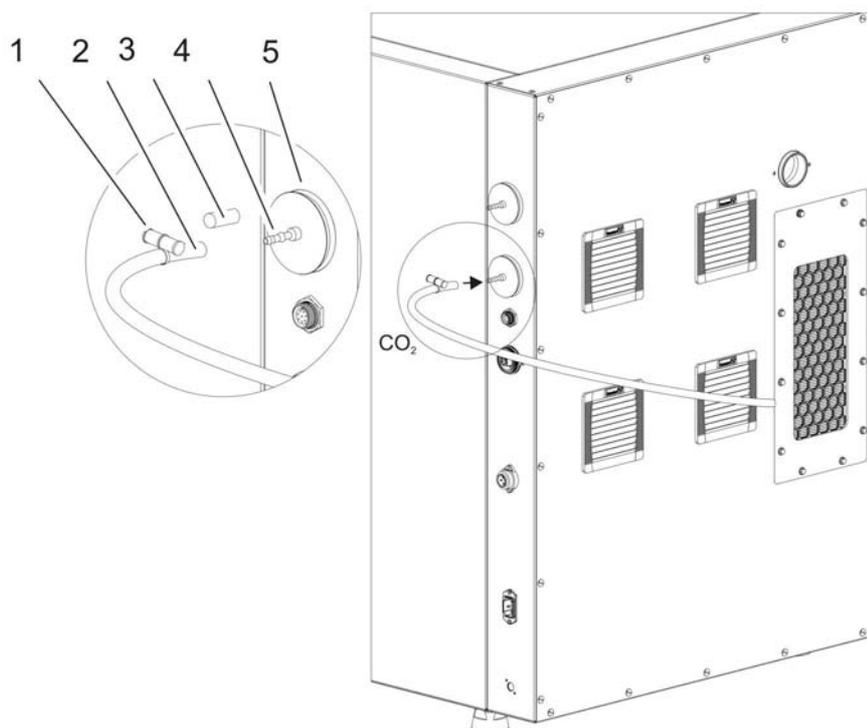

Figura 4-11. Montar las mangueras de gas a presión
2. Retire la capucha protectora (3/Figura 4-11) del filtro de entrada de gas.
3. Empuje la abrazadera (1/Figura 4-11) sobre la manguera de gas a presión (2/Figura 4-11) y enchufe la manguera en el racor de empalme (4/Figura 4-11) del filtro de entrada de gas (5/Figura 4-11).